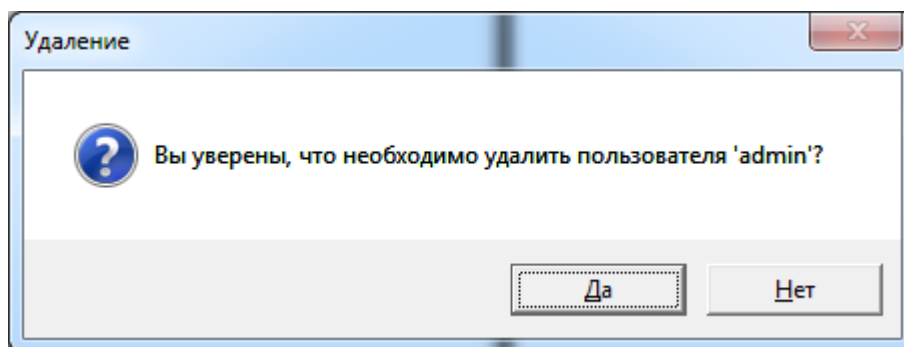

Рис. 34 Окно «Удаление»
- в появившемся окне «Удаление» (рис. 34) подтвердить удаление нажатием кнопки «Да».